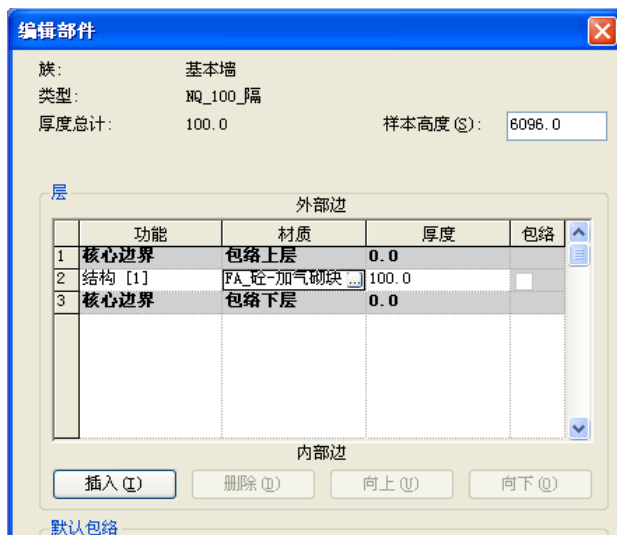

图 2-10
- 10) 单击功能区“常用”选项卡下的“墙”命令，在类型选择器中选择墙类型“WQ\_200\_剪”，单击功能区“属性”>“类型属性”工具，在弹出的“类型属性”对话框中单击“复制”按钮，在弹出的“名称”对话框中输入新名称“NQ\_200\_隔”后确定，回到“类型属性”对话框。单击“结构”后的“编辑”按钮，进入如图 2-10 所示的“编辑部件”对话框。单击层 2，即结构层现有材质，单击材质后的浏览图标，进入“材质”对话框，在左侧的材质列表中下拉单击选择材质“FA\_砼-加气砌块”，三次确定，关闭所有对话框。完成墙体类型“NQ\_200\_隔”的创建。